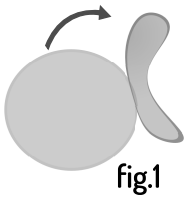
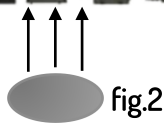

fig.1
fig.2
- Togliere la pellicola del biadesivo del TAG (fig.1) quindi applicarlo sul fondo della carrozza o della locomotiva (fig.2)